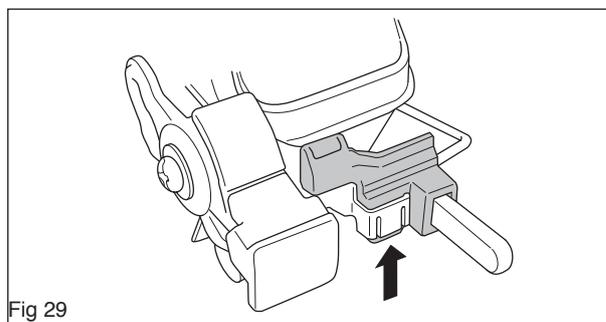

Fig 29
2. Démontez le support de poignée (voir la figure 29).